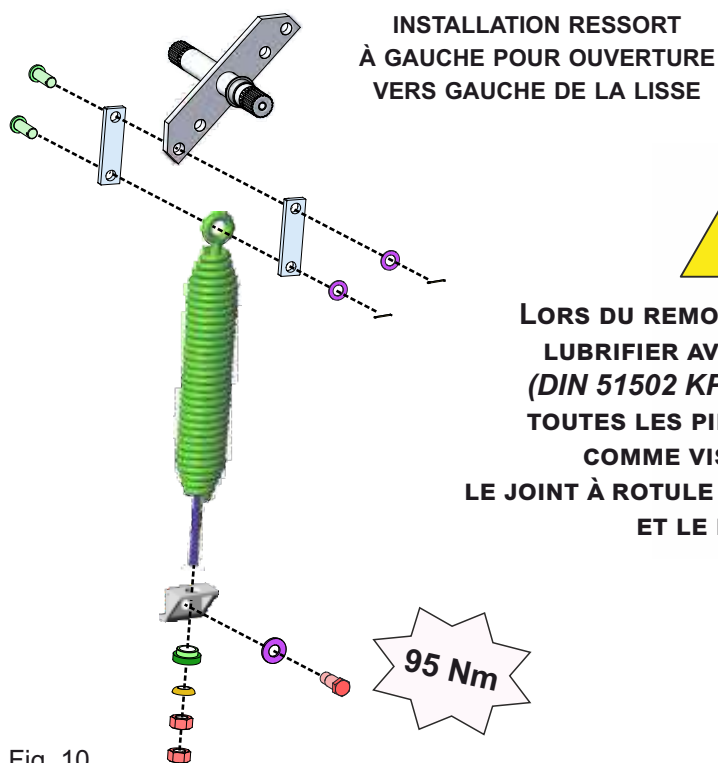

Fig. 10
- dévisser et extraire le ressort d'équilibrage - Fig. 10
4.3. En cas de remplacement ordinaire du ressort, selon le sens d'ouverture de la barrière, démonter l'ancien ressort et remonter le nouveau en suivant les instructions de serrage en Fig. 10 ou en Fig. 11